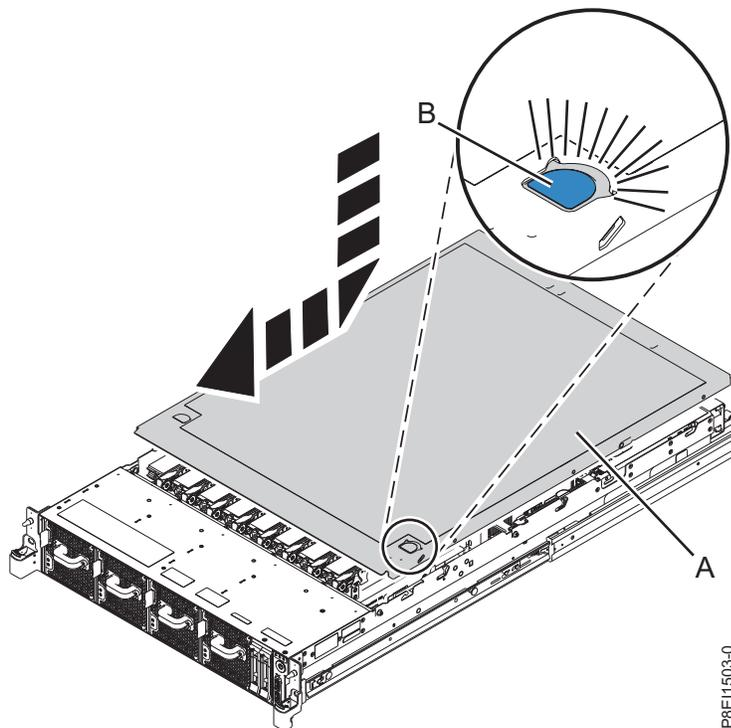

Figura 123. Instalando a tampa de acesso de serviço
1. Coloque a tampa (A) na unidade de sistema de modo que os pinos de alinhamento na tampa sejam alinhados aos slots no chassi.
2. Pressione para baixo para encaixar os pinos e arraste a tampa para a frente do sistema até que a trava de liberação azul (B) trave no lugar, conforme mostrado em Figura 123 na página 127.